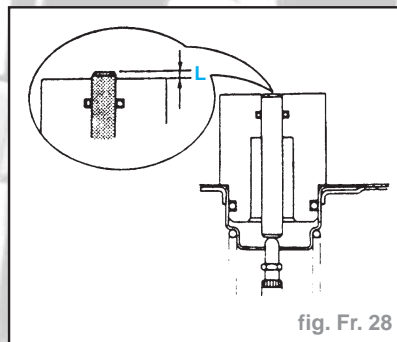

fig. Fr. 28
- La cote L doit mesurer **0 ± 0,1 mm** (fig. Fr. 28).